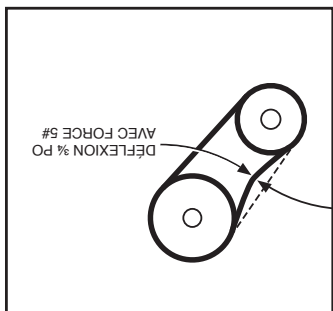

Figure 14.3 – Réglage de la tension de la courroie
3. Ajustez la vis de réglage du moteur pour obtenir une déviation de courroie de 19 mm environ avec application de 2,2 kg de force à mi-distance entre les roues à gorge (Figure 14.3). Comme la tension de la courroie diminue sensiblement après une période de rodage initiale, il est nécessaire de revérifier périodiquement la tension.
6. Resserrez la vis de calage de la roue à gorge du moteur, remettez la courroie, puis resserrerz l'assise du moteur. Ajustez la vis de réglage du moteur de sorte à obtenir une déviation de courroie de 3/4 po avec application de 5 livres de force à mi-distance entre les roues à gorge de la soufflante et du moteur (Figure 14.3). Comme la tension de la courroie diminue sensiblement après une période de rodage initiale, il est nécessaire de revérifier périodiquement la tension pour garantir le réglage correct de la courroie.